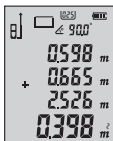

图2
2. 短按 **☐** 键，进入累加模式，再测量第二个面积，得到结果如下图2